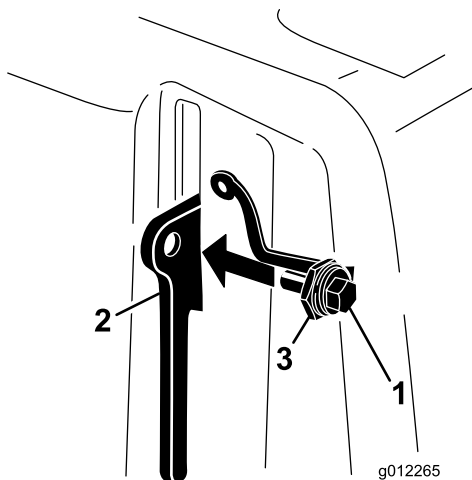

Figure 11
3. Vissez le boulon dans le levier de verrouillage du couvercle de courroie (Figure 11).